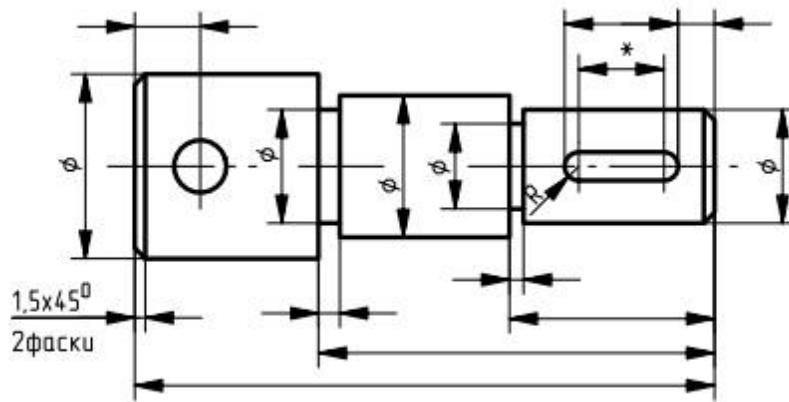

Рисунок 2. Комбинированный метод
**Комбинированный метод** – простановка размеров осуществляется цепным и координатным методами одновременно (рис. 2). Этот метод наиболее оптимальен. Он позволяет изготавливать более точно те элементы детали, которые этого требуют.